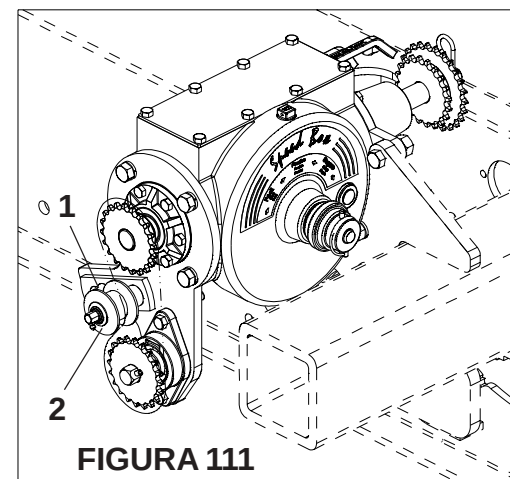

FIGURA 111
TENSÃO DAS CORRENTES (FIGURA 111)
1 - Solte o parafuso (1), deslize o esticador (2) até a tensão necessária. Em seguida, reaperte a porca, **conforme mostra a figura 111.**